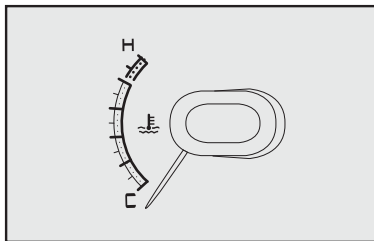
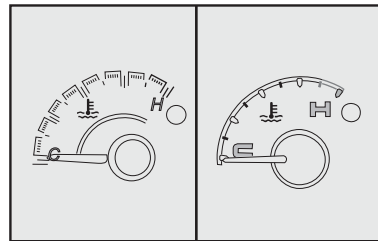

fig. 36
fig. 37
**INDICADOR DE TEMPERATURA DO LÍQUIDO DE ARREFECIMENTO DO MOTOR - fig. 36 e fig 37**